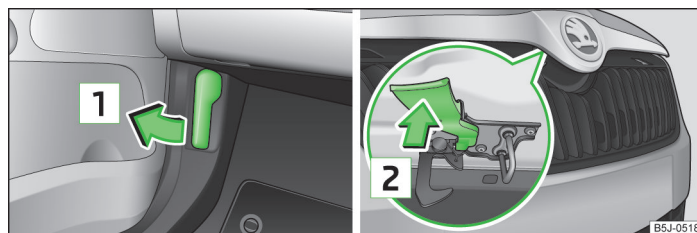

Fig. 123 Manette de déverrouillage pour le capot moteur / manette de déverrouillage
- Tirez sur la manette de déverrouillage en dessous du tableau de bord dans le sens de la flèche **1** » fig. 123.
- Appuyez sur la manette de déverrouillage dans le sens de la flèche **2** » fig. 123, le capot moteur se déverrouille.
N'ouvrez jamais le capot en utilisant la manette de déverrouillage » fig. 123.